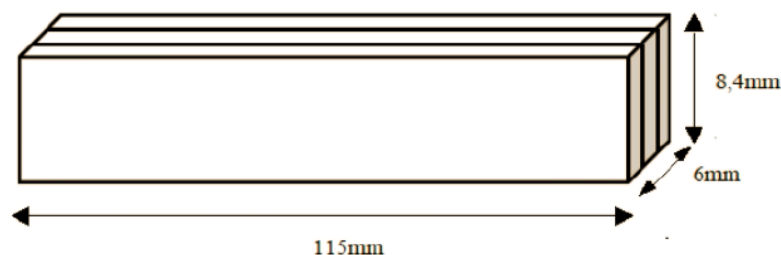

Figura 2 - Exemplo de composição de barra de palitos
4.8 As pontes deverão ser construídas com barras que possuam seções transversais de, no máximo, 3 (três) palitos de picolé conforme a figura 2.